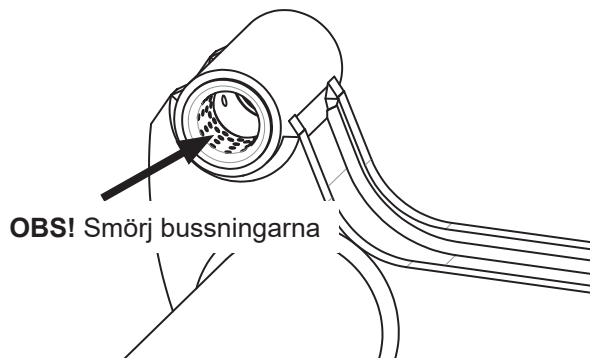

Bild 31. Var noga att initialsmörja metallbussningar
2. Smörj metallbussningarna på övre lagring av arm, se till att de små hålen på bussningens insida är fyllda med fett. Se Bild 31.